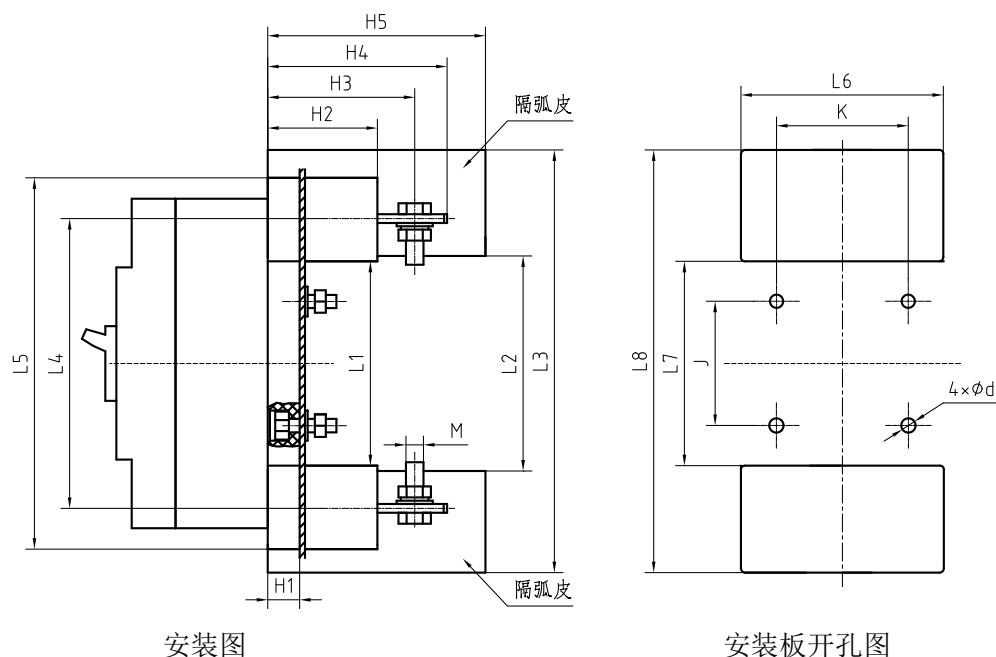

图 4 3P 插入式外形及安装尺寸
6.2 HYM3EP 系列断路器插入式外形及安装尺寸见图 4 及表 8。